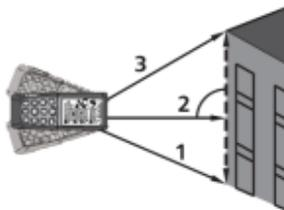

Abb. 10: Indirekte Messung mit 3 Punkten – Modus 1
3. Stellen Sie das Gerät in die niedrigste Stellung (1) für die Messung (siehe Abb. 10) und drücken Sie die  Taste oder die **MEAS** Seitentaste. Das Ergebnis erscheint im ersten Teildisplay. Das Symbol “◀” erscheint auf dem Display mit blinkender Seite “2”
4. Stellen Sie das Gerät so waagerecht wie möglich (2) für die Messung und drücken Sie die  Taste oder die **MEAS** Seitentaste. Das Ergebnis erscheint im zweiten Teildisplay. Das Symbol “◀” erscheint auf dem Display mit blinkender Seite “3”
5. Stellen Sie das Gerät in die höchste Stellung (3) für die Messung (siehe Abb. 10) und drücken Sie die  Taste oder die **MEAS** Seitentaste. Das Ergebnis erscheint im zweiten Teildisplay